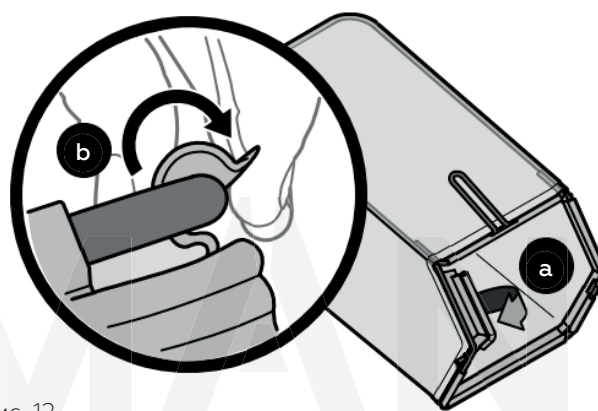

Рис. 12
1. Для установки травосборника необходимо сделать следующее (рис. 12).